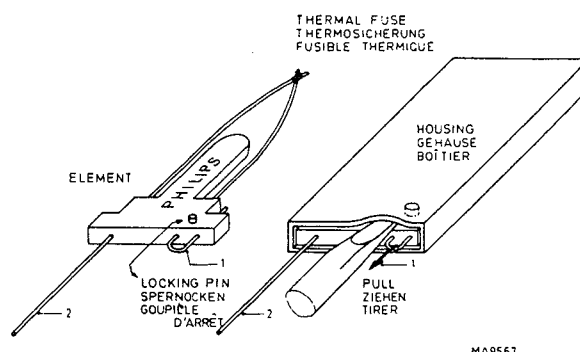

Fig. 2.9. Remplacement du fusible
- Enlever le fusible; à cet effet, recourber légèrement le boîtier vers l'extérieur de sorte que la goupille d'arrêt soit dégagée (Fig. 2.9.).